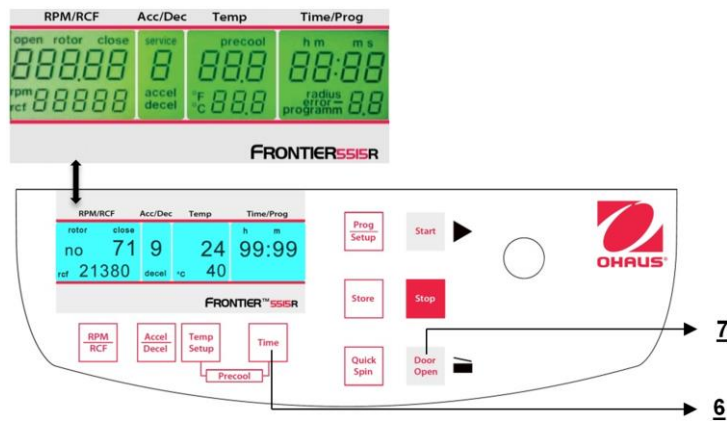

Figura 29
Cuando la centrífuga está apagada, presione al mismo tiempo los botones **"Time"** (6) y **"Door Open"** (7) y encienda el interruptor principal de la centrífuga. Ahora suelte ambos botones y como resultado se ejecuta una prueba de pantalla durante aproximadamente 5 segundos. Todos los indicadores aparecerán al mismo tiempo (vea la Figura 29).